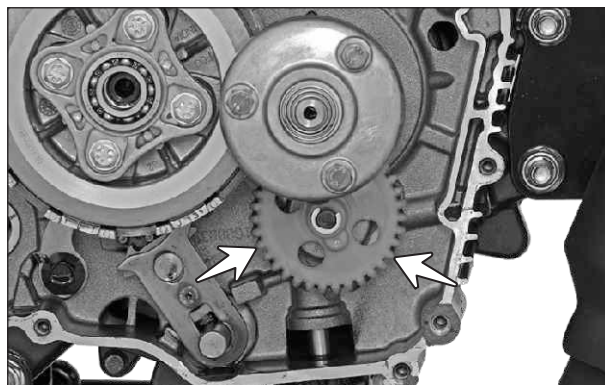

Fig.4.32
- La bomba de lubricación está montada en el lado externo del cárter derecho, justo debajo del filtro centrífugo. (Fig. 4.32)